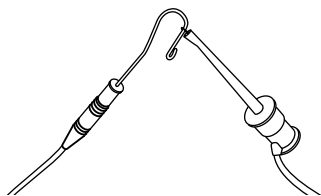

Fig. 8: Activación del localizador de ápice con clip labial y clip para limas
2. Para encender el localizador de ápice, sujete el clip para limas al clip labial durante aproximadamente 3 segundos. Ver Fig. 8.